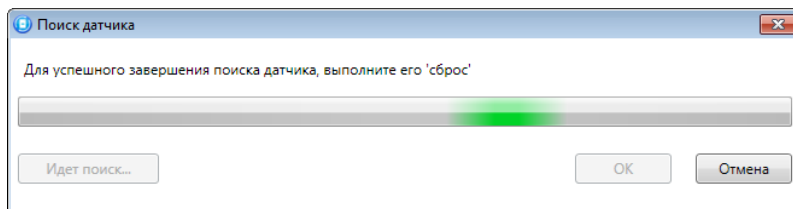

Рисунок 4.36 — Поиск радиоустройства
3. После нажатия кнопки *ОК* начнется поиск радиоустройства контроллером (см. рисунок 4.36). Для того чтобы устройство было найдено контроллером, его следует перевести в режим связывания (выполнить «сброс»).